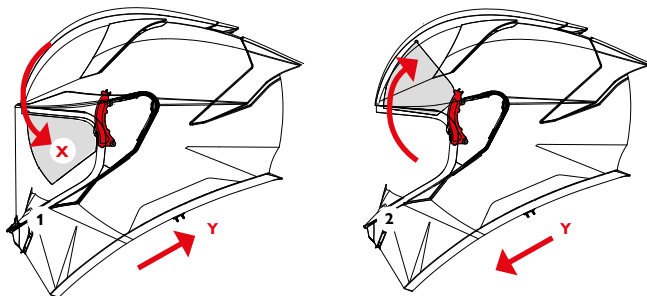

FIGURA 13
**VISIERINO SOLARE — X****Azionamento** — Figura 13